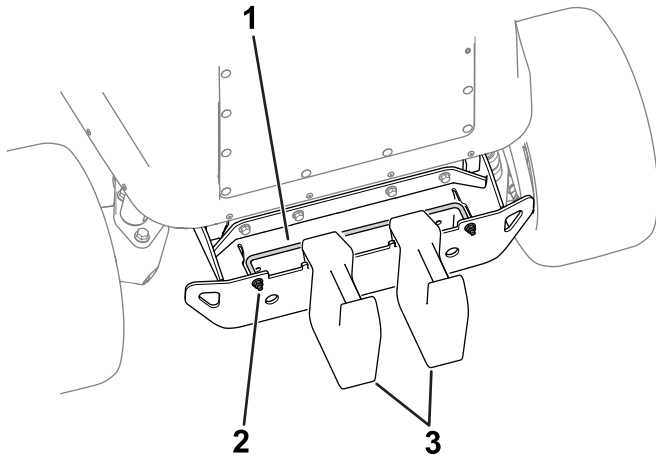

Figure 15
1. Desserrez les fixations (Figure 15) de la tige de verrouillage des masses sur le pare-chocs.
2. Ajoutez 2 masses arrière sur le pare-chocs, comme montré à la Figure 15.
3. Serrez les fixations de la tige de verrouillage (Figure 15) pour fixer la masse sur le pare-chocs.